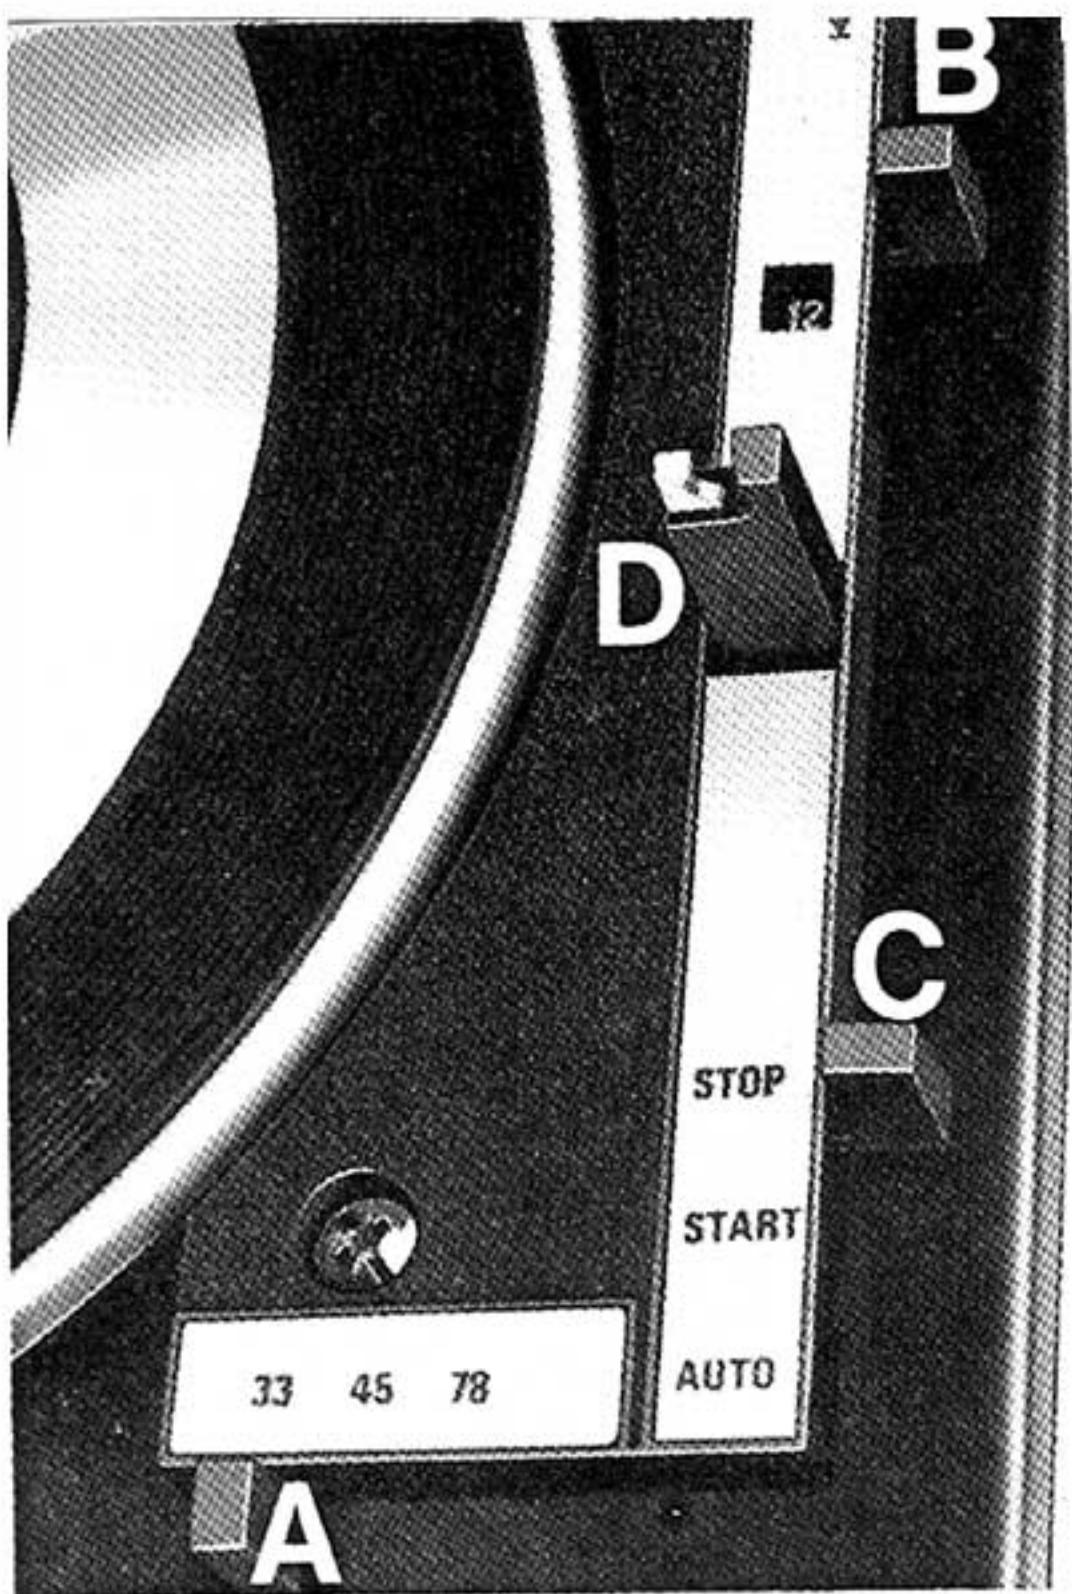

Fig. 1 CONTROL PANEL WITH AUTOMATIC PICK-UP LOCK
3. Pour mettre en marche. Amener le levier de mise en marche (Fig. 1, C) à la position AUTO et l'y maintenir momentanément, jusqu'à ce que la platine tourne, puis le laisser retourner doucement à la position START.
5. Pour arrêter. Après avoir joué le dernier disque, l'appareil s'arrêtera automatiquement. S'il devient nécessaire d'arrêter l'appareil pendant le jeu, pousser le lève bras (Fig. 2, A) et amener le bras de pick-up au dessus du repos bras (Fig. 1, D), abaisser le lève bras et amener le levier de mise en marche à la position STOP.